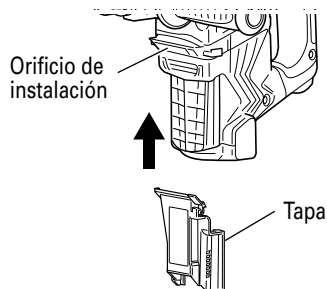

Fig. 16
- Quando no se utilice el colector de polvo. Cuando use el martillo giratorio sin el colector de polvo, instale la tapa suministrada en el orificio de instalación de la unidad (Fig. 16).